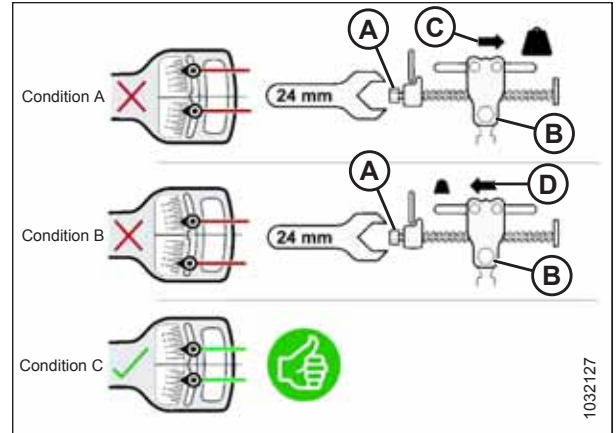

Abbildung 3.97: Seitenflügelabgleich einstellen – links
- Auf der Seitenflügel-Kontrollplatte die beiden Zeiger (A) und (B) mit den Fingern zusammendrücken
- Mit dem Werkzeug (C) die Seitenflügel-Kontrollplatte nach oben schwenken, bis der Stift am Ende der Nut ansteht. Der untere Zeiger (B) wandert nach unten, um den ersten Messwert anzuzeigen.
- Mit dem Werkzeug (C) die Seitenflügel-Kontrollplatte nach unten schwenken, bis der Stift am Ende der Nut ansteht. Der obere Zeiger (A) wandert nach oben, um den zweiten Messwert anzuzeigen.
- Schritte 6, Seite 94 und 7, Seite 94 wiederholen. Abbildung 3.97, Seite 95 beachten und die zwei Ablesungen vergleichen: